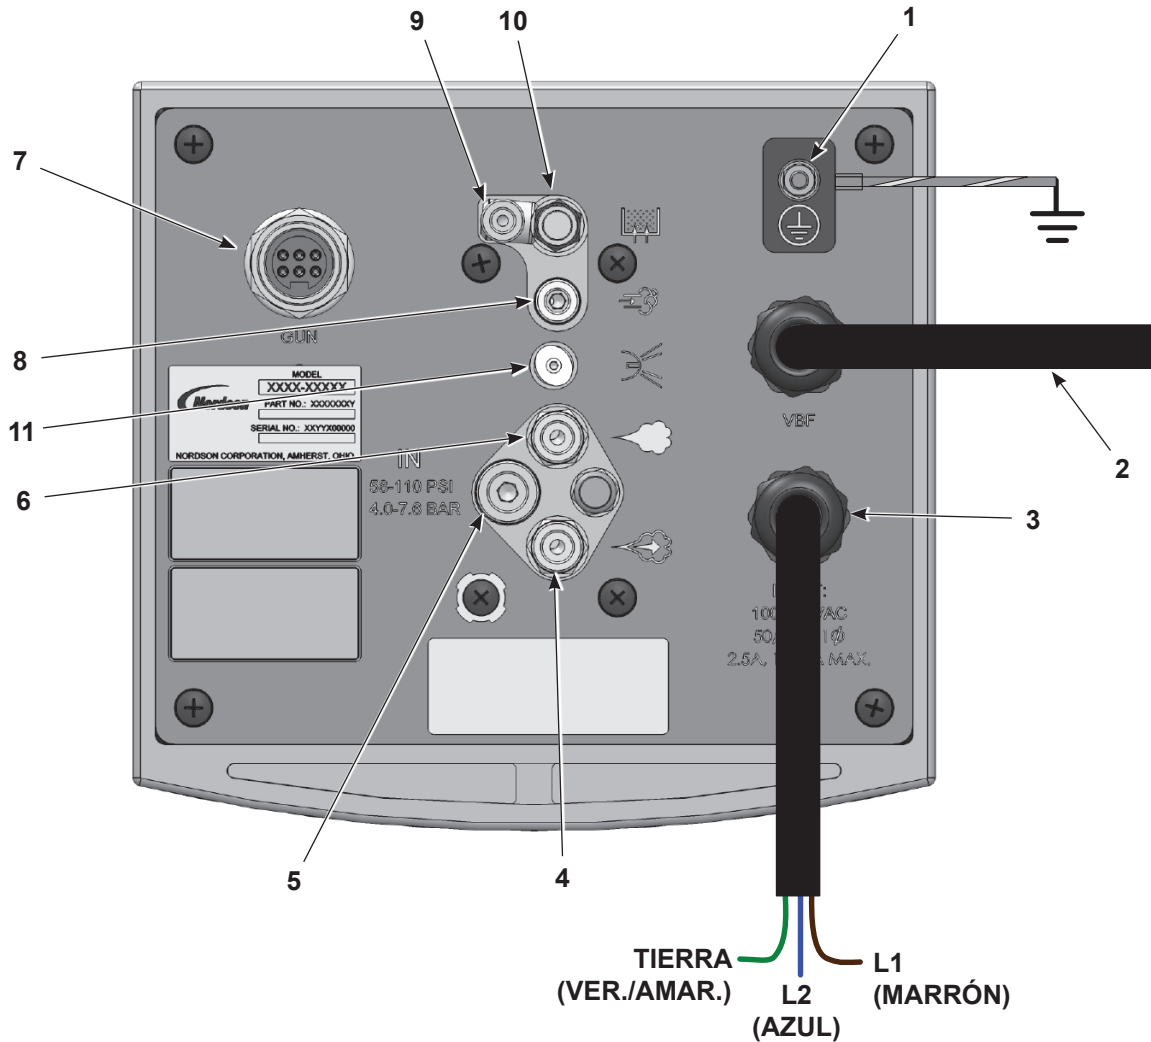
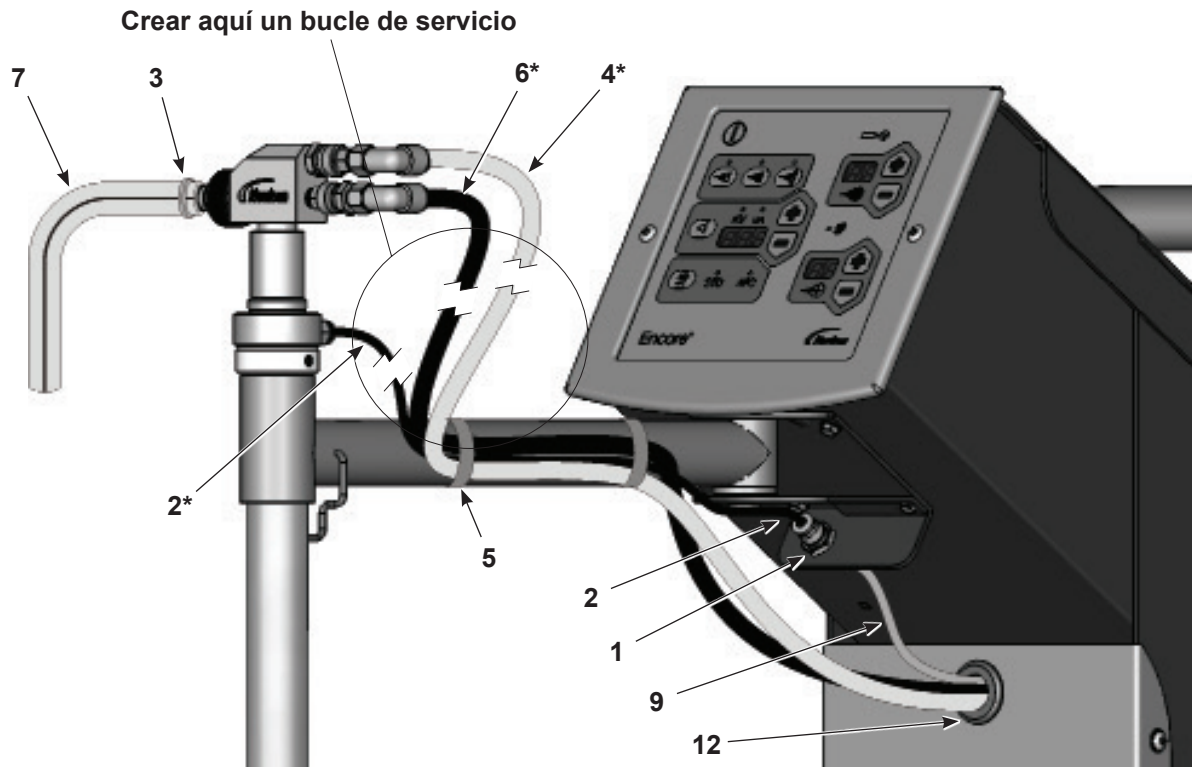

Figura 3-4 Conexiones del controlador de pistolas Encore LT
Figura 3-8 Instalación de la bomba y el tubo de aspiración de pistola Encore LT
7. Ver la Figura 3-4. Introducir las longitudes más cortas del tubo en el controlador:
- Tubo de aire de atomización azul de 8 mm (4)
- Tubo de aire de flujo negro de 8 mm (6)
- Tubo de aire de fluidificación azul de 6 mm (9)
8. Ver la Figura 3-8. Guiar el tubo (4, 6, 9) a través del pasacables al panel frontal de la torre de la carretilla, tal y como se muestra.
- Tubo de aire de atomización azul de 8 mm (4) al racor superior de la bomba
- Tubo de aire de flujo negro de 8 mm (6) al racor inferior de la bomba
- Tubo de aire de fluidificación azul de 6 mm (9) a la unión de la pared divisoria (1)
- Tubo de aire de fluidificación negro de 6 mm (2) a la unión y el tubo de aspiración
- La manguera de polvo (7) a la bomba (fijarla con abrazadera de manguera (3))
3. Ver la Figura 3-4. Enchufar los siguientes en el controlador: